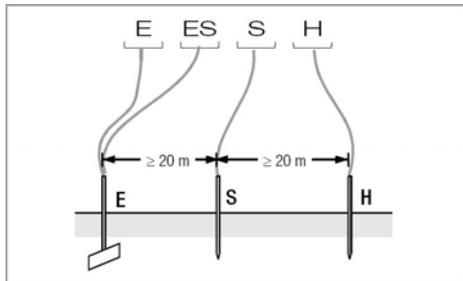

图3 用 4-线制测量接地电阻的设置
- 👉 放置探针距离接地电极至少 20 米和辅助接地电极距离接地电极至少 40 米的位置（如图 3）；
- 👉 放置辅助接地电极距离接地电极大约 40 米远和辅助接地电极距离接地电极至少 40 米的位置（如图 3）；